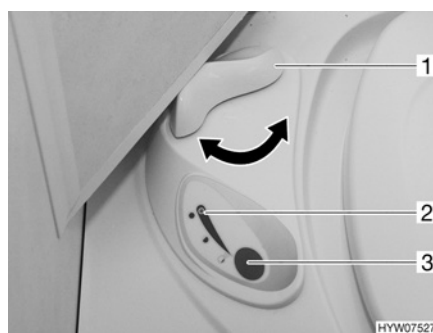

Fig. 116 Centralina di controllo toilette Thetford
- Prima di tirare l'acqua, aprire il cursore della toilette Thetford. A tal fine ruotare la leva del cursore (Fig. 116,1) in senso antiorario.
- Per sciacquare premere il pulsante blu (Fig. 116,3).
- Dopo aver tirato l'acqua chiudere il cursore. Ruotare la leva del cursore (Fig. 116,1) in senso orario.
Quando la cassetta Thetford è piena e deve venire svuotata, la spia di controllo (Fig. 116,2) si accende.
- Ruotare la leva del cursore (Fig. 116,1) in senso orario. Il cursore viene chiuso. Per svuotare il cursore **deve** essere chiuso nella toilette Thetford.